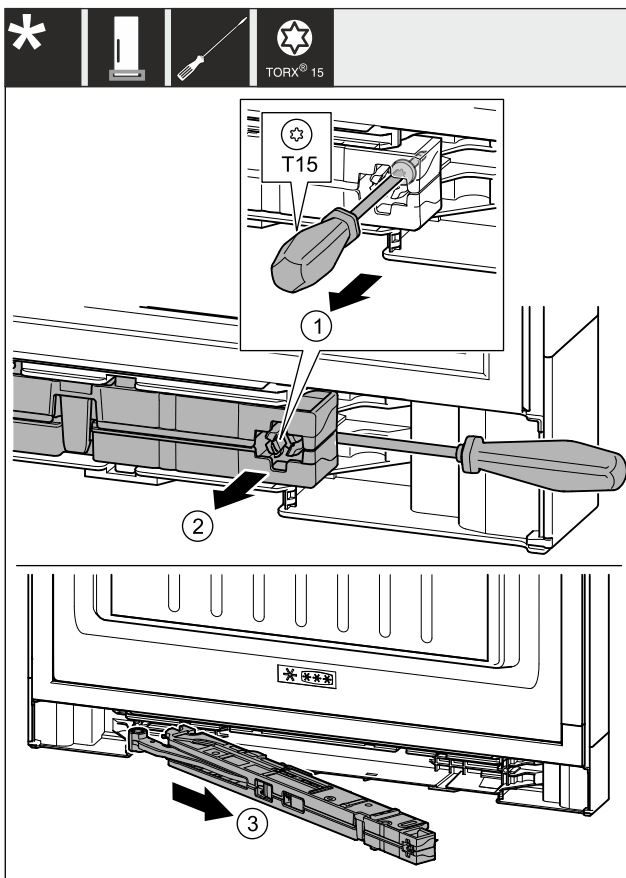

Fig. 7
- ▶ Atskrūvējiet durvju amortizatora mezgla skrūvi ar skrūvgriezi T15 apm. 14 mm. Fig. 7 (1)
- ▶ Ievietojiet skrūvgriezi no roktura puses aiz durvju amortizatora mezgla. Pagrieziet mezglu uz priekšu. Fig. 7 (2)
- ▶ Izvelciet mezglu. Fig. 7 (3)